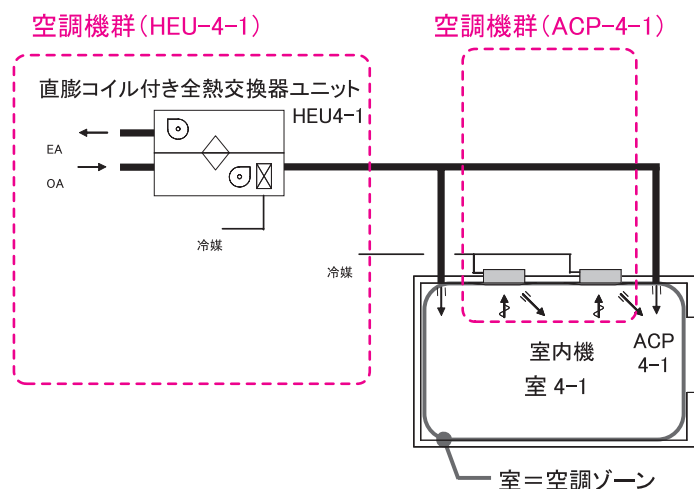

図 2-2-61 空調システム例 (9)
直膨コイル付き全熱交換器ユニットで外気を室内エンタルピーと同程度まで処理して室内に吹き出し、室負荷はパッケージ型空調機で処理する場合の入力例を示す。システムの概要を図 2-2-61 「空調システム例 (9)」に示す。